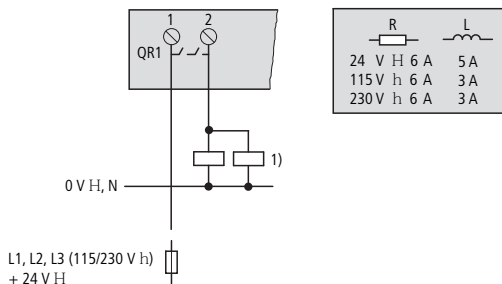

Figura 14: Uscita relè ridondante ES4P-221-DM...
- utilizzo dell'uscita a relè con ridondanza interna QR1 (ES4P-221-DM...), a figura 14, pagina 53.